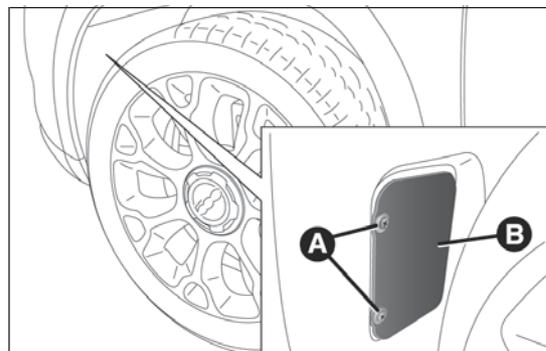

fig. 180
- aflojar los tornillos A fig. 180 y retirar la tapa B;